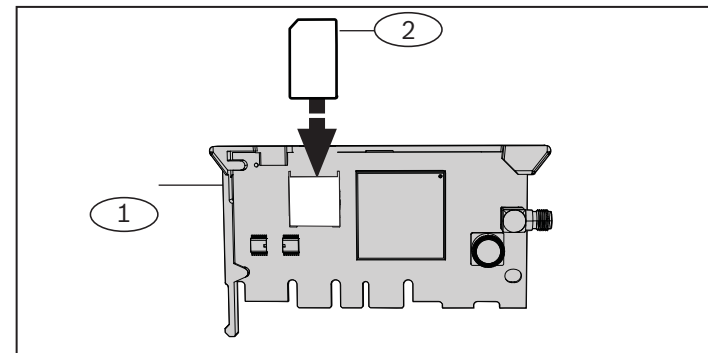

Abbildung 2.1: Einsetzen der SIM-Karte
2. Setzen Sie die SIM-Karte in den Halter für die SIM-Karte auf dem Modul ein, indem Sie sie in den Kartenhalter schieben. Stellen Sie dabei sicher, dass die vergoldeten Kontakte der SIM-Karte zum Modul zeigen. Siehe Abbildung 2.1.